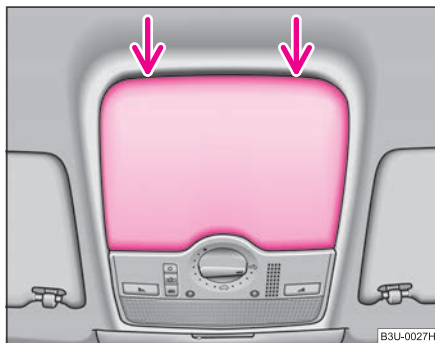

Fig. 33 Plafonul: Punct de amplasare a șurubelniței
- Așezați o șurubelniță (trusa de scule) cu capătul plat în partea din spate a capacului ⇒ fig. 33.